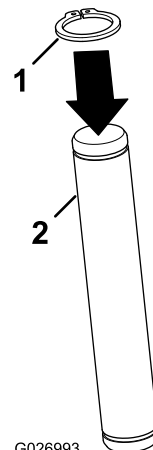

Figure 12
- Placez 2 circlips (1-1/8 po) au bout des 2 axes (1-1/4 x 7-5/8 po), comme montré à la Figure 12.